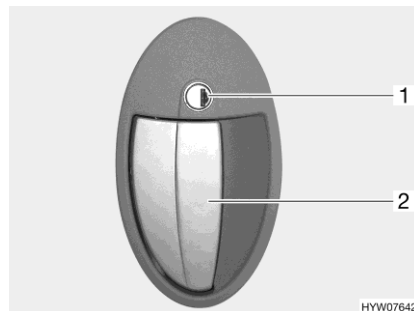

Fig. 53 Cerradura de la puerta (puerta del habitáculo en el exterior)
- Introducir la llave en el cilindro de cierre (Fig. 53,1) y girar en sentido de las agujas del reloj hasta que esté desbloqueada la cerradura de la puerta.
- Tirar del tirador de la puerta (Fig. 53,2). La puerta está abierta.
- Introducir la llave en el cilindro de cierre (Fig. 53,1) y girarla en sentido contrario a las agujas del reloj hasta que esté bloqueada la cerradura de la puerta.